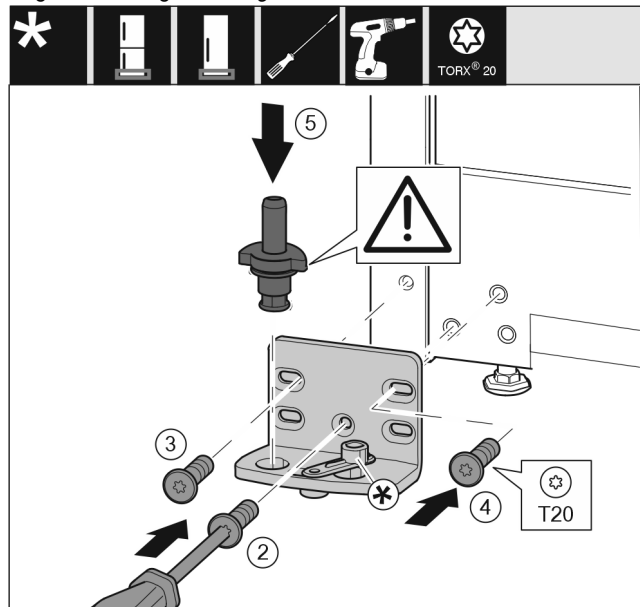

Fig. 14
- ▶ Sæt hængselkonsollen på i den anden side, og skru den fast med en skruetrækker T20. Begynd med skruen 2 forned i midten. Fig. 14 (2)
- ▶ Stram skrueerne 3 og 4. Fig. 14 (3,4)
- ▶ Sæt hængselboltens helt i. Sørg i den forbindelse for, at låsekammen vender bagud. Fig. 14 (5)